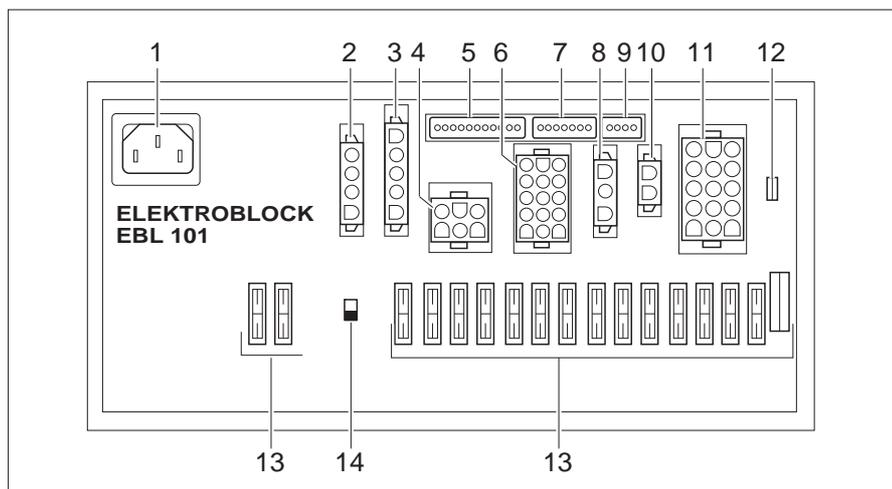

Fig. 167 Centralina elettrica (EBL 101)
- Ubicazione** A seconda del modello, la centralina elettrica (Fig. 167) è montata nella console del sedile sotto il sedile del conducente o sotto il sedile del passeggero.
**Ubicazione** A seconda del modello, la centralina elettrica (Fig. 167) è montata nella console del sedile sotto il sedile del conducente o sotto il sedile del passeggero.